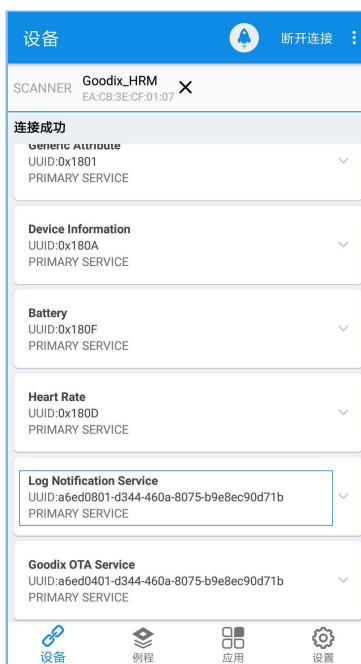

图 3-3 GRToolbox连接开发板后发现LMS服务
1. 在手机端使用GRToolbox连接该开发板之后，可以发现LMS服务“Log Notification Service”，如图 3-3所示。